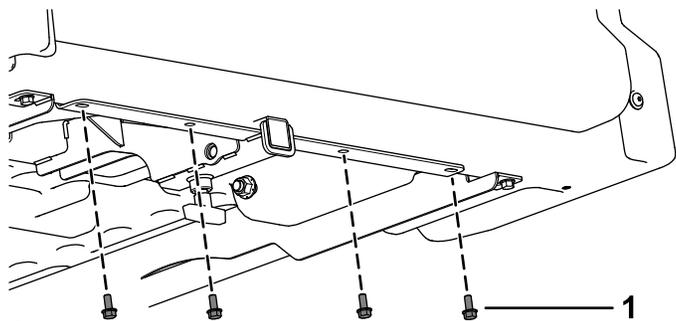

图2
1. 从货斗底部卸下现有的 4 个六角凸缘螺丝 (5/16 x 3/4 英寸) (图2)。